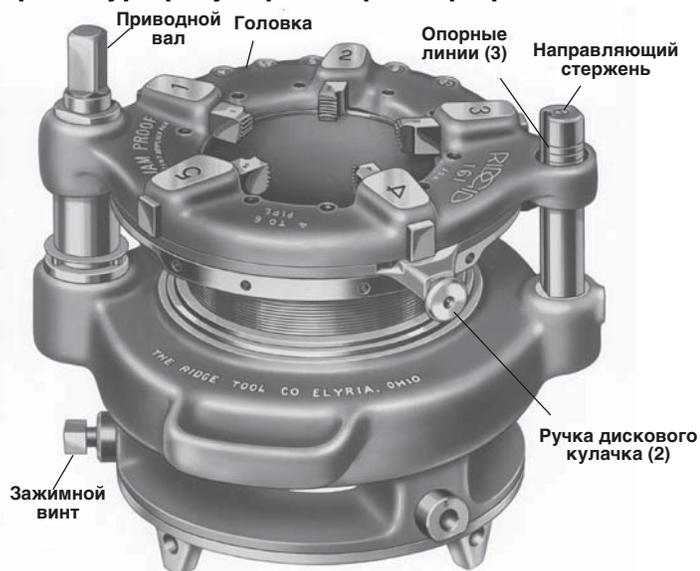

Рисунок 25 – Головка № 161 с поднятым ведущим валом
2. Потяните ручки (рисунок 25) дискового кулачка и вращайте дисковый кулачок до нужной отметки размера трубы наверху головки. Отпустите ручки, когда установочные штифты попадают в отверстие на диске для выбора.
Возьмитесь за патрон и поверните квадратный конец приводного вала или поверните коробку передач вручную до соответствующих опорных линий на направляющем стержне. (Рисунок 25)
2. Потяните ручки (рисунок 25) и вращайте дисковый кулачок до нужной отметки CD наверху резьбонарезной головки.